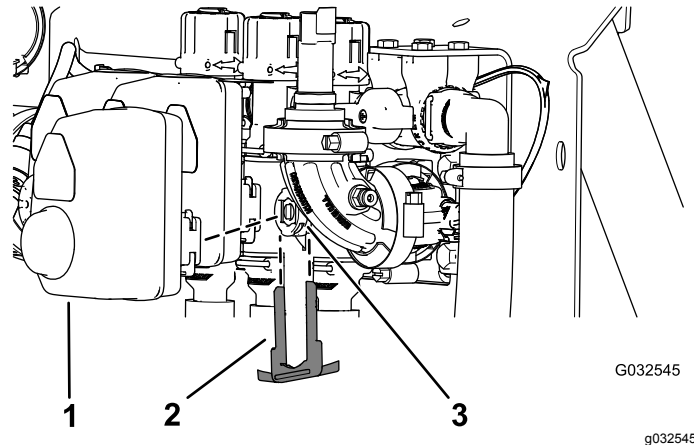

图 107
2. 取下将致动器固定至喷洒臂段阀或搅拌阀歧管阀的卡环图 107。